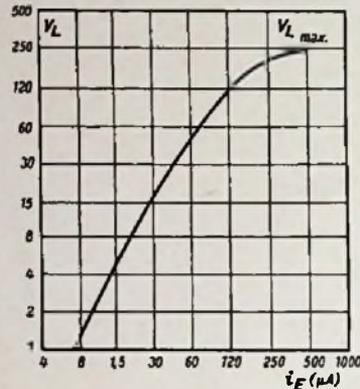

Bild 7. V_L als Funktion des Emittersstromes bei Regelung
In Bild 7 ist die Leistungsverstärkung V_L nach Gleichung (4) in Abhängigkeit des Emittersstromes bei Regelung dargestellt. Im Arbeitspunkt $i_{E0} = 0,5 \text{ mA}$ erreicht V_L den Wert $V_{L \text{ max}}$, entsprechend dem angegebenen Berechnungsbeispiel. Während der Regelung bleiben die für den Arbeitspunkt $i_{E0} = 0,5 \text{ mA}$ bestimmten Schaltungsgrößen (\bar{u}_2, C_0) unverändert, so daß sich ein ganz anderer Verlauf ergibt als bei Bild 4.